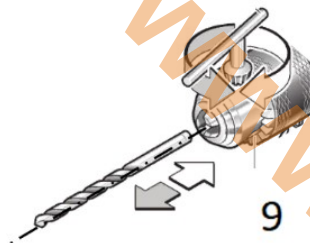

Рисунок 2.2.4. УСТАНОВКА ОСНАСТКИ.
1. При выключенном инструменте поверните патрон «9» (рисунок 2.2.4.) настолько, чтобы можно было вставить инструмент.